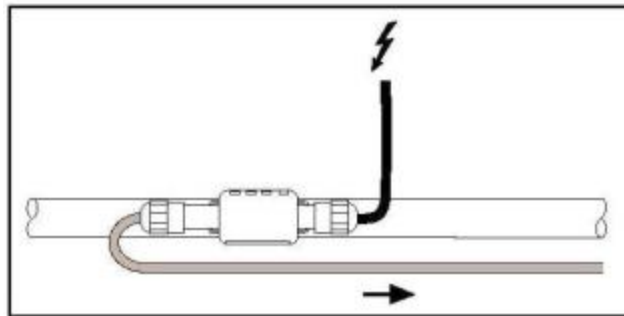

Figure 1 - Rayclik-CE-02 : Raccordement à l'alimentation
- Le Rayclik-CE-02 pour le raccordement à l'alimentation (*figure 1*),